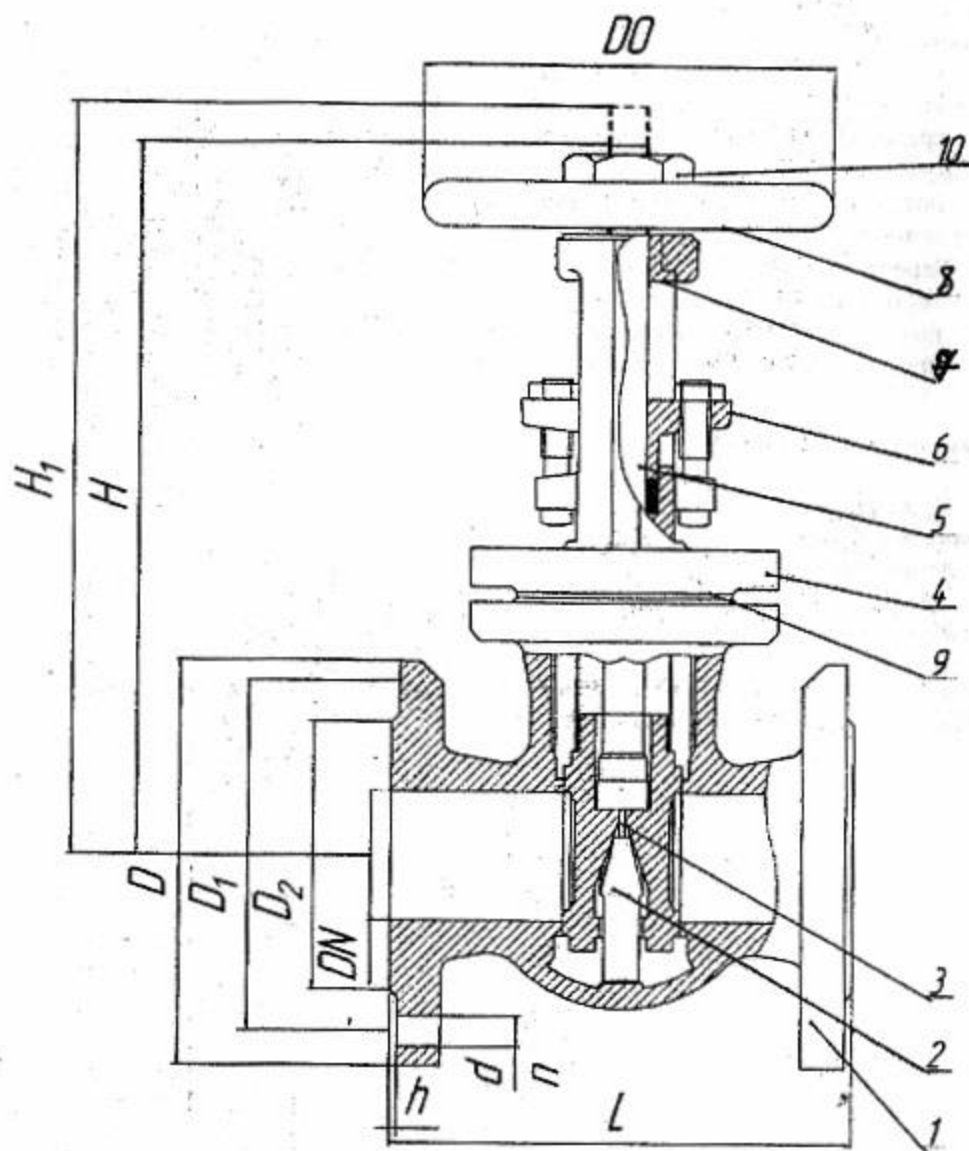

Рисунок 1.
- 2.1 Задвижка состоит из следующих узлов и деталей (приложение 1, рис.1): 1 - Корпус; 2 - Клин; 3 - Диски; 4 - Крышка; 5 - Шпindel; 6 - Сальник; 7 - Втулка резьбовая; 8 - Маховик; 9 - Прокладка; 10 - Гайка.